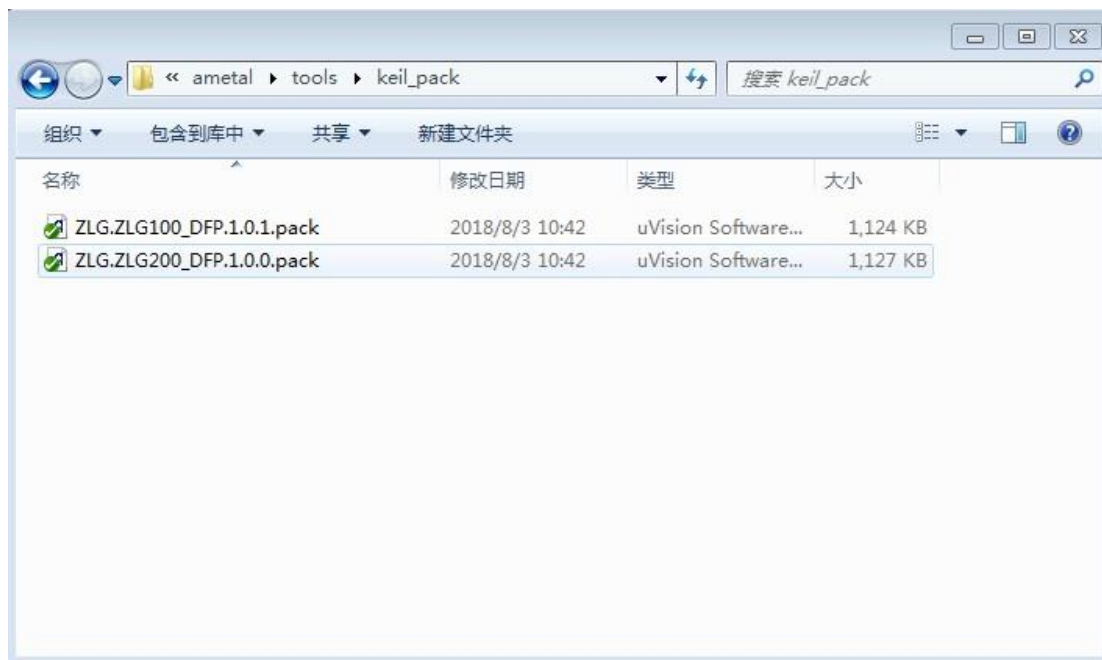

图 2.11 ZLG 系列芯片支持包
1. ZLG 系列芯片如 ZLG100、ZLG200 等。支持包位于 ametal/tools/keil_pack/，如图 2.11 所示。